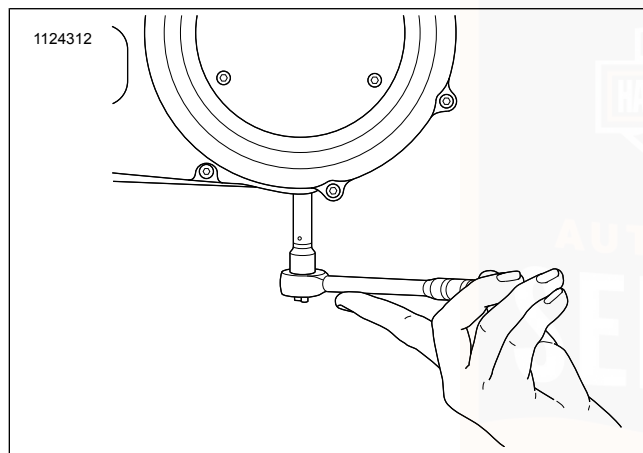

Abbildung 91. Ausbau/Einbau der Kettengehäuse-Ablassschraube
3. Siehe Abbildung 91. Das Primärkettengehäuse entleeren.